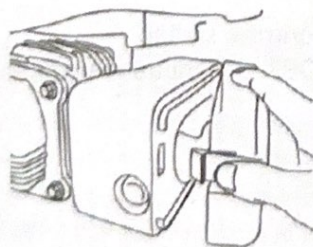

Рис. 18
- Снимите защелки с корпуса воздушного фильтра (рис. 18) и снимите крышку воздушного фильтра.